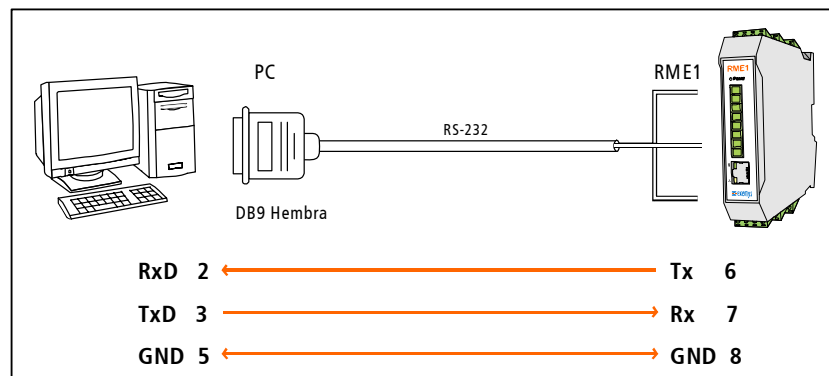

Figura 7 – Cable serie para bornera serie de configuración
Para la configuración puede utilizar un cable de conexión como el que se detalla en la figura 7.
Conectando el puerto serie de la PC al puerto serie del equipo como fue expuesto en la figura 7, usted puede utilizar un software utilitario como el HyperTerminal (Microsoft Windows (R)) para conectarse al equipo y modificar todos sus parámetros.